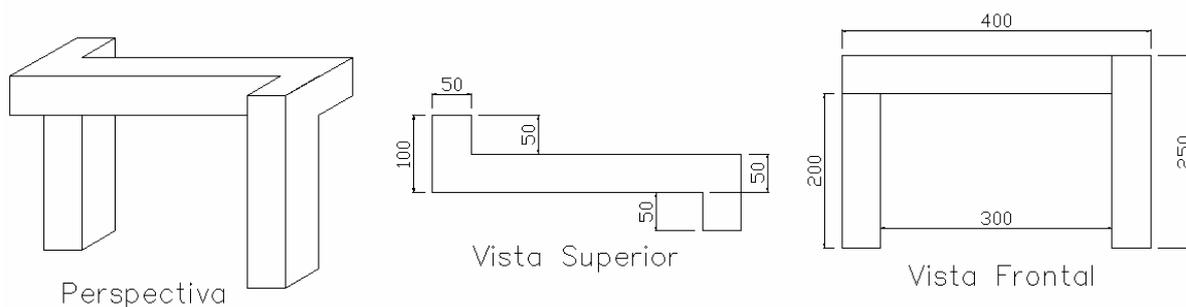

Figura 1 - Gabarito: dimensões e formato
- ✓ O APO deve poder ser contido num gabarito com as seguintes dimensões e formato, de acordo com a Figura 1: